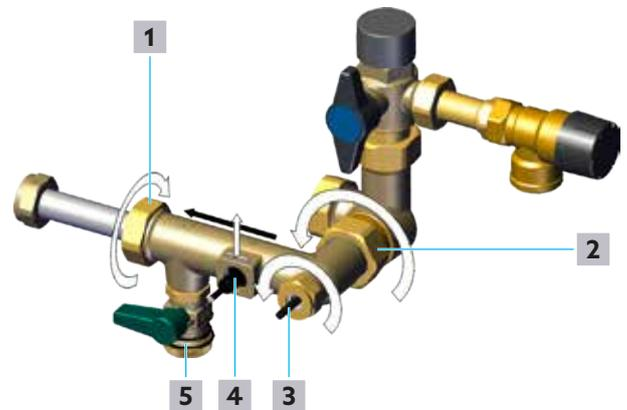

Abb. 5: Messturbine reinigen
- 8 Lösen Sie die Klammer des Volumenstromsensors (Position **4** in Abb. 5 auf Seite 7) und legen Sie diese beiseite.
- 9 Lösen Sie die Überwurfmutter des Temperatursensors Trinkwasser kalt/Zirkulation S3 (Position **3** in Abb. 5 auf Seite 7).
- 10 Ziehen Sie den Volumenstromsensor Trinkwasserkreis (Position **4** in Abb. 5 auf Seite 7) und den Temperatursensor Trinkwasser kalt/Zirkulation S3 (Position **3** in Abb. 5 auf Seite 7) vorsichtig aus der Armatur.
- 12 Lösen Sie die Überwurfmutter Trinkwasser-Vorlauf (Position **2** in Abb. 5 auf Seite 7) mit einem Maulschlüssel SW 38.
- 13 Lösen Sie die Überwurfmutter Wärmeübertragerseite (Position **1** in Abb. 5 auf Seite 7) mit einem Maulschlüssel SW 37.
- 3 Lösen Sie die Klammer des Volumenstromsensors (Position **4** in Abb. 5 auf Seite 7) und legen Sie diese beiseite.